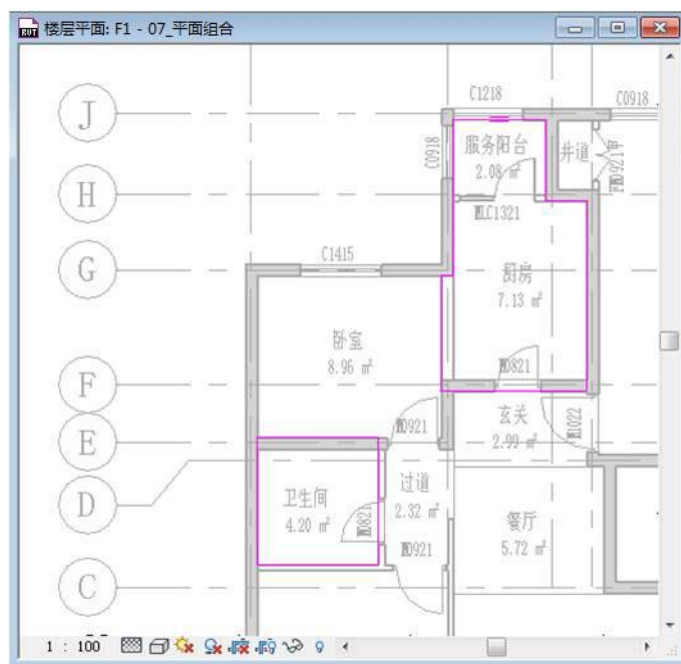

图 3-22
- 4) 同样的方式，以楼板“SH-150”为基础，复制新的楼板类型“FW-150”，楼板材质及结构层厚度不变，光标在绘图区域绘制下图中的两个闭合轮廓（如图 3-22 所示）。